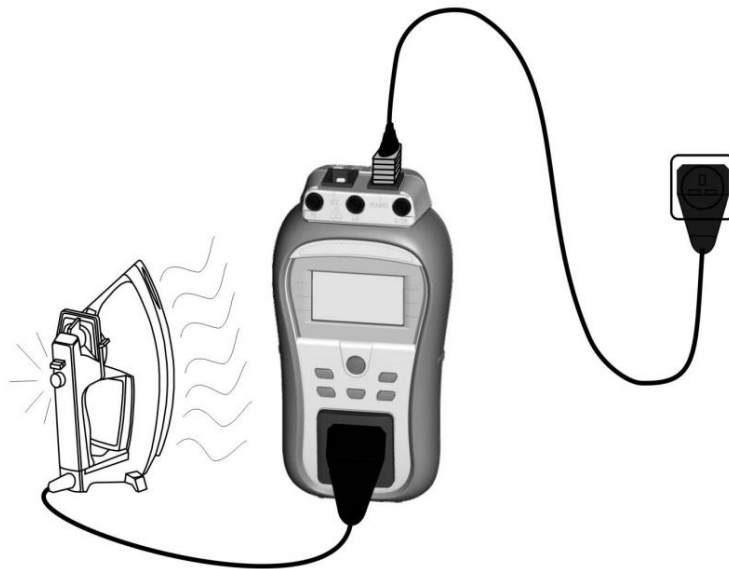

Abbildung 5.39: Leistungstest
- ▶ Schließen Sie den Prüfling an der Prüfbuchse des Geräts an, und schalten Sie ihn ein (siehe Abbildung 5.39).